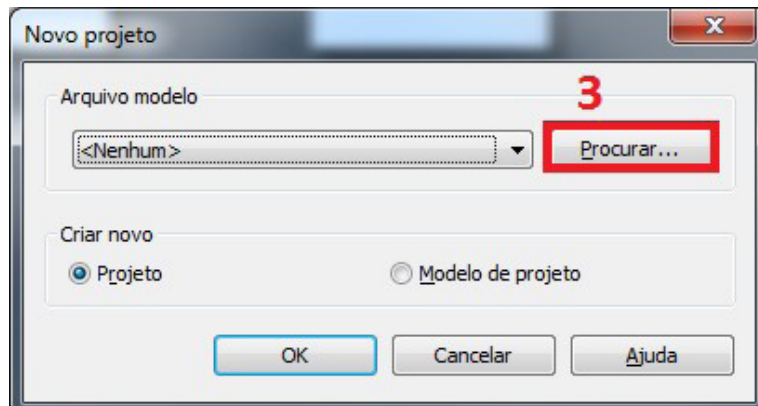

Figura 2 - Selecionar arquivo de modelo de projetos (Template).
3. Clicar em “Procurar” na janela que foi aberta, conforme figura 2.